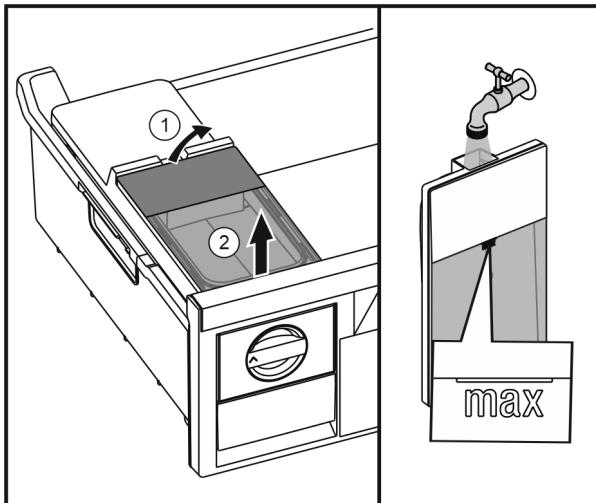

Fig. 32
- Поднять бак для воды сзади Fig. 32 (1) и извлечь движением верх Fig. 32 (2).